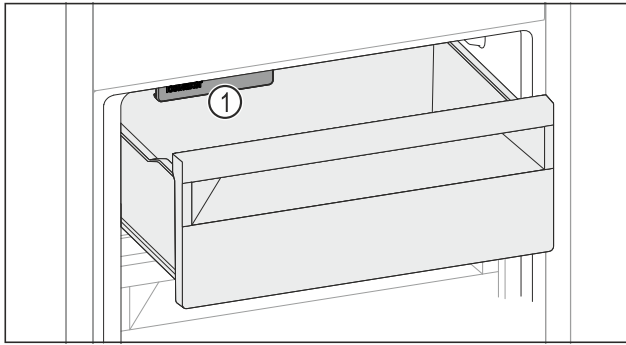

Fig. 169
- ▶ Слідкувати за функцією IceMaker Fig. 169 (1).